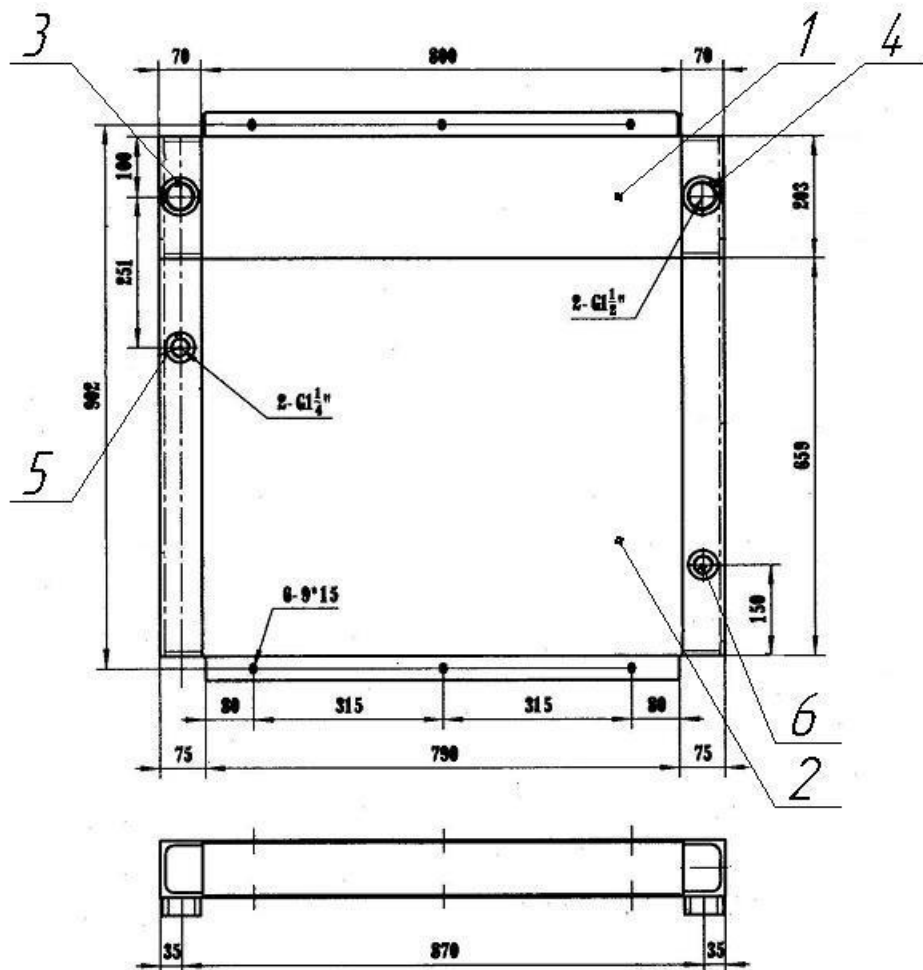

Рисунок 7. Охладитель.
4.1.4. Охладитель (рис. 7) – из алюминиевого сплава, пластинчатого типа, двухсекционный, служит для охлаждения воздуха и масла.